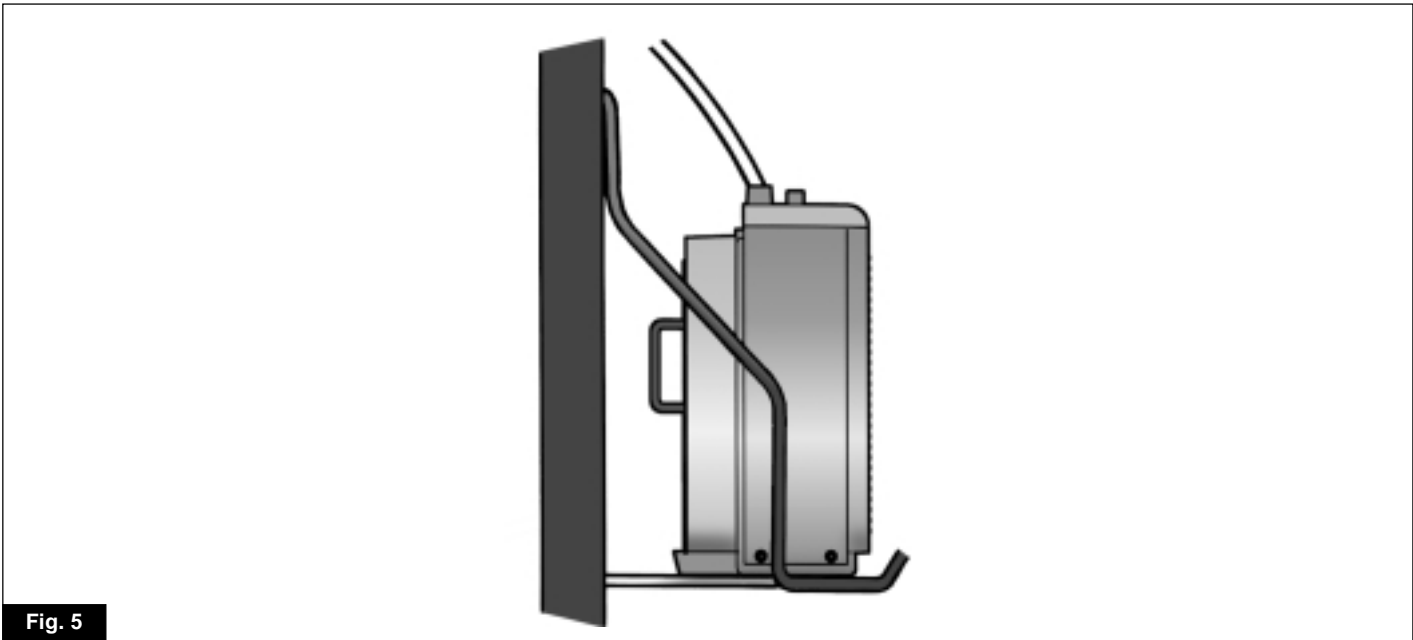

Fig. 5
- d) Inserire sul supporto l'unità esterna (Fig. 5).
- d) Introduire l'unité extérieure sur le support (Fig. 5).
- d) Insert the outdoor unit onto the support (Fig. 5).
- d) Die Ausseneinheit in die Halterung einsetzen (Abb. 5).
- d) Colocar en el soporte la unidad externa (Fig. 5).
- d) plaats de buitenunit op de ondersteuning (Fig. 5).